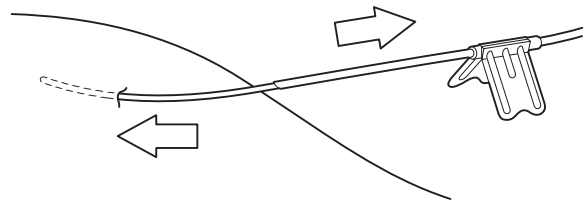

Figura 6
9. Empuje el catéter hacia delante mientras tira de la aguja hacia atrás. Consulte la figura 6. Fije el catéter en su sitio con esparadrapo cuando la aguja haya salido de la piel.